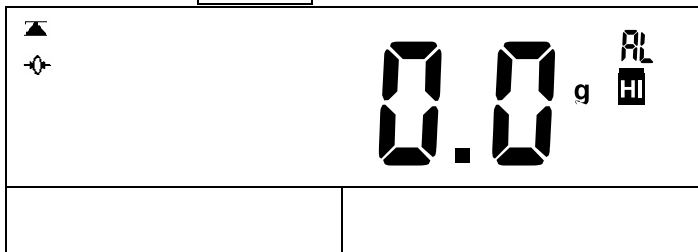

图 49
- a. 在计重模式下按**警示预设**键，显示如图 49：